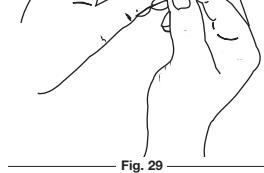

Fig. 29
2. Apriete el filtro para espesar y retirar el exceso de aceite (Fig. 29).